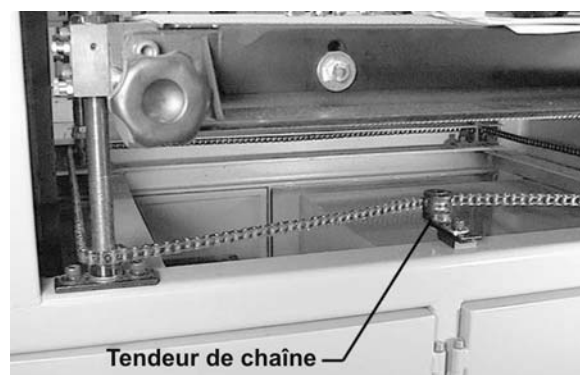

Figure 17
2. Desserrez la vis à chapeau à tête creuse sur le tendeur de la chaîne (Fig. 17) et faites coulisser ce dispositif vers l'avant pour relâcher la chaîne.